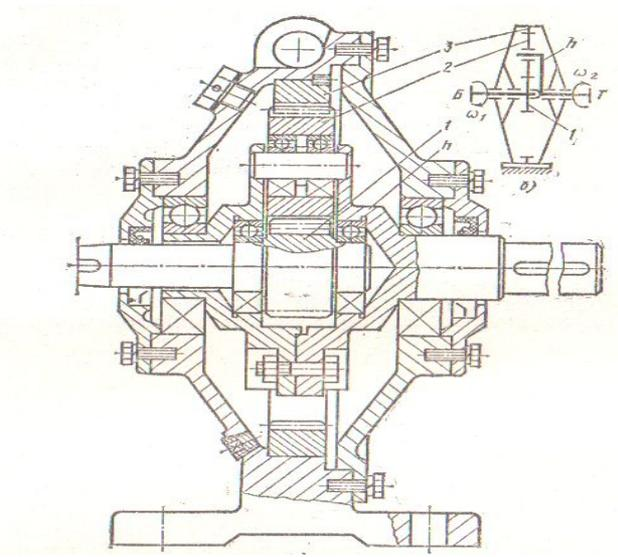

Рис.8
- Общий вид конструкции простейшего одноступенчатого планетарного редуктора показан на рис.8 с кинематической схемой. Редукторы данной конструкции обеспечивают примерно такое же передаточное отношение, как и редукторы с простыми зубьями передачи (до $u=8$), но масса и габаритные размеры таких редукторов при равных передаваемых моментах значительно меньше, чем те же показатели простых зубчатых. Достигается это благодаря тому, что нагрузка от ведущего центрального колеса 1 передаётся трем колесам-сателлитам 2, а от них – ведомому звену – водилу h . Сателлиты находятся в зацеплении с центральным колесом 3 с внутренними зубьями. При этом зубчатые пары взаимно уравновешены, что благоприятно сказывается на условиях работы зубьев.